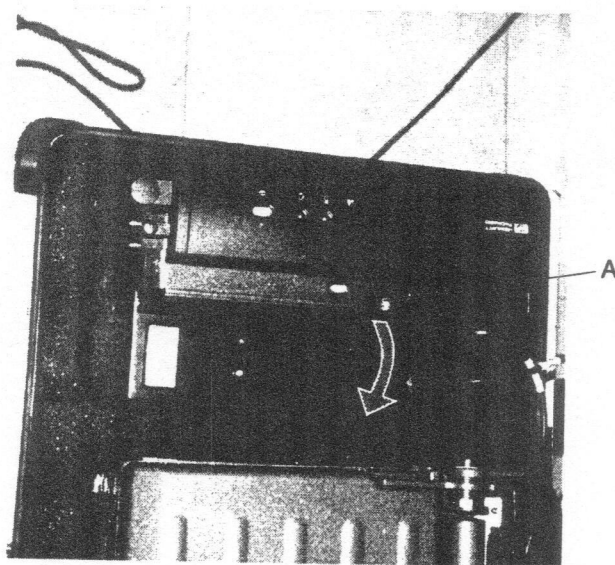

Fig. 16 – Chargement papier
- Ouvrir complètement le bac feuille à feuille en s'aidant du renforcement (A, Fig. 16) situé au centre de la partie supérieure du bac.